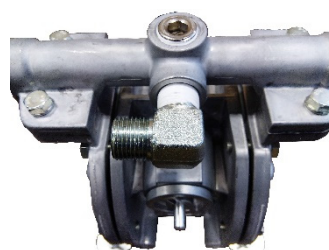

Fig.3
吐出配管②を使用する場合：エルボのみ接続してください。（Fig.3）
※挿絵は吐出配管②の場合です。どちらの場合も接続口の向きは挿絵の通りに組み付けてください。（Fig.3）